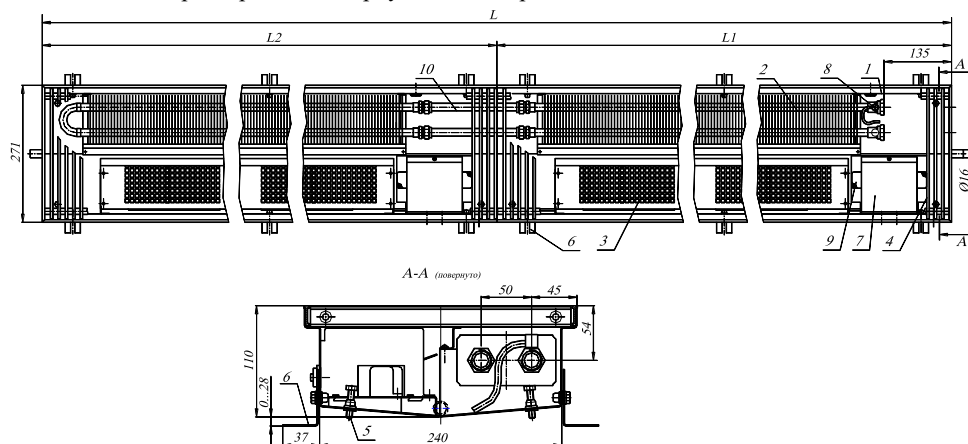

Рис.1 Конвектор КВОК12 27.11.310...600-ВКТ-П
4.1. Каждая секция конвектора имеет (см. рис.1, 3):
4.2 Размеры изделий представлены на Рис.1, 2, 3, 4 и в таблице 1, 2.